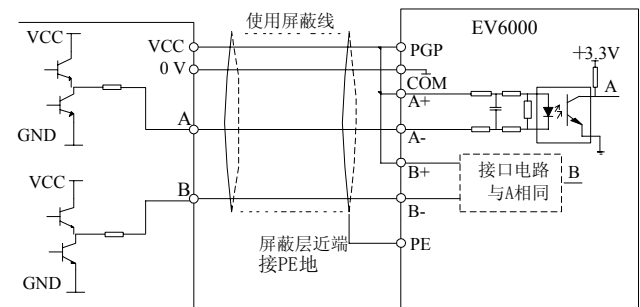

图4-28 推挽信号 PG 接线示意图
2. PG 输出信号为推挽信号，与接口板端子的连接如图 4-28 所示：